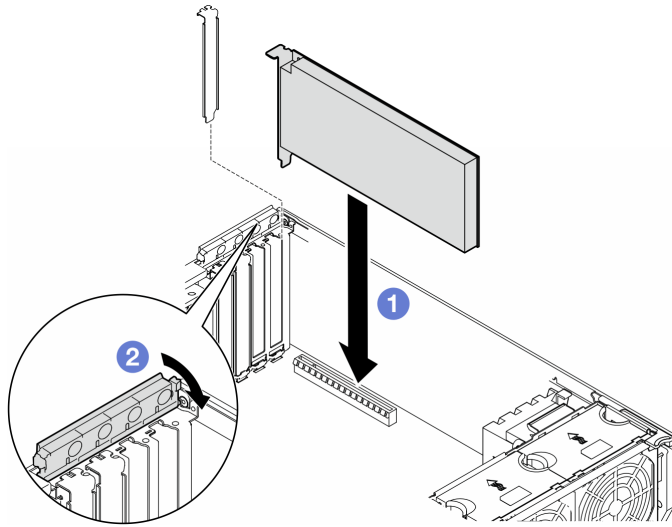

Figura 107. Installazione di un adattatore PCIe HL
- Per sostituire un adattatore PCIe esistente, passare alla procedura di installazione: Figura 107 "Procedura di installazione di un adattatore PCIe HL" a pagina 166